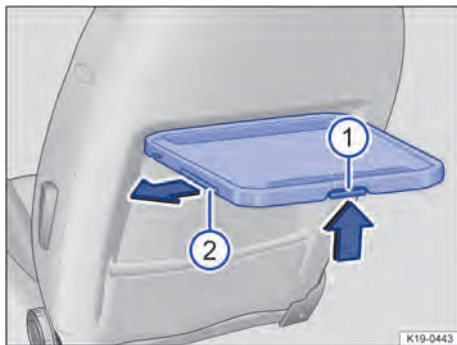

Fig. 176 No banco dianteiro esquerdo: mesa rebatível com porta-copos.
- *Rebater para dentro*: manter a alavanca de travamento → Fig. 176(1) pressionada para cima e empurrar a mesa rebatível o mais para baixo possível.
- *Ajustar*: manter a alavanca de travamento → Fig. 176(1) pressionada para cima e ajustar a inclinação desejada.
Com a mesa rebatível aberta, puxar e retirar o porta-copos → Fig. 176(2) na direção da seta. <